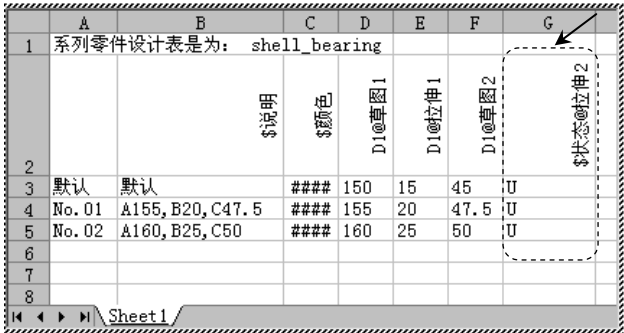

图 7.2.17 系列零件设计表（三）
(1) 在  选项卡中右击  系列零件设计表，在弹出的快捷菜单中选择 **编辑表格 (E)** 命令，打开图 7.2.17 所示的系列零件设计表（三），此时“拉伸 2”的状态已应用到所有配置中，并且“解除压缩”用符号“U”来表示。